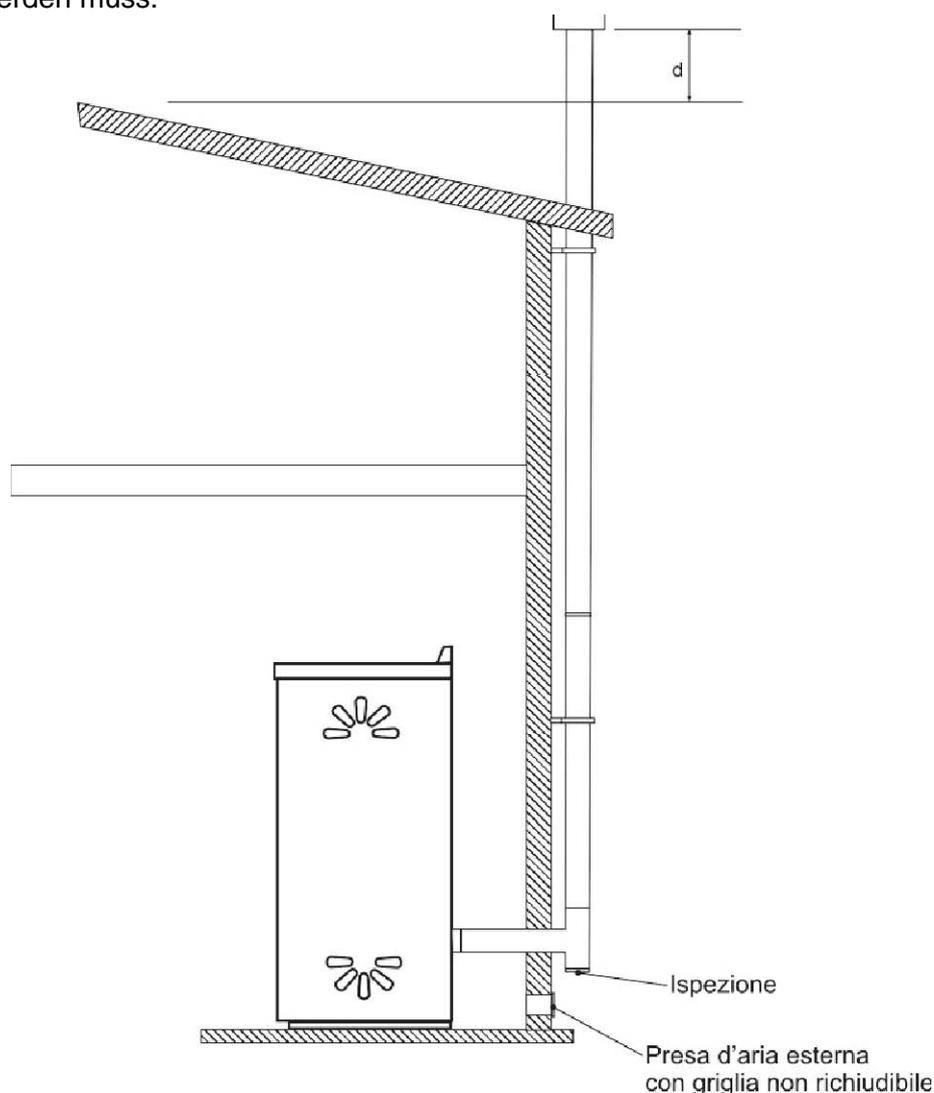

Abb. 13
- Es dürfen nur isolierte Rohre (doppelwandig) aus Edelstahl genutzt werden, die fest mit dem Gebäude verbunden sind (Abb. 13).
- In der Abb. 13 wird die Lösung gezeigt, die für die Nutzung eines externen Rauchabzugsrohrs angewandt werden muss.